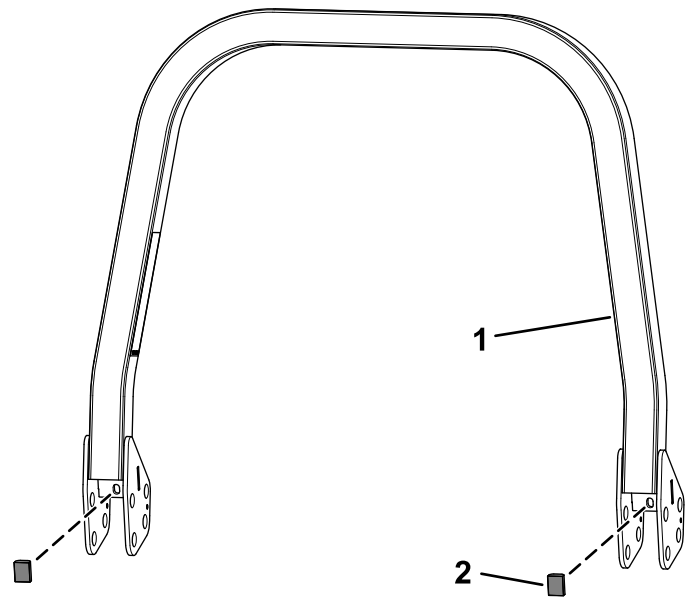

Figure 2
- Fixez les 2 butées sur la partie supérieure de l'arceau de sécurité (Figure 2).